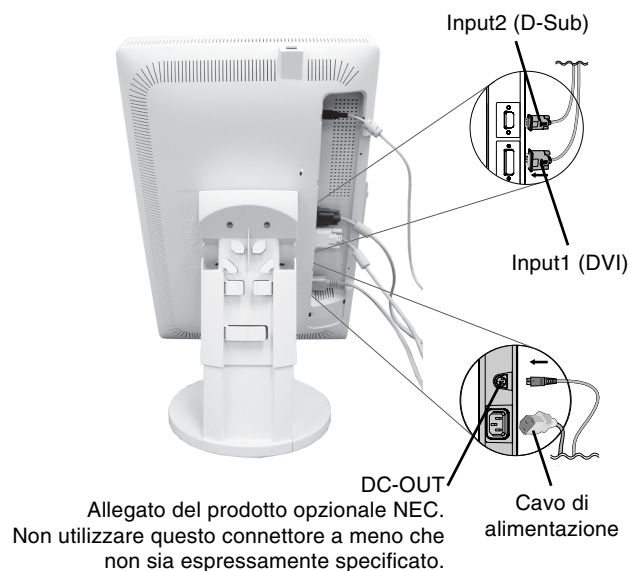
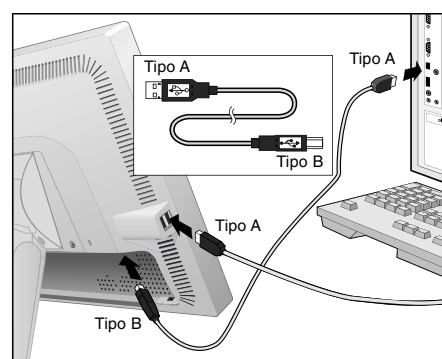

Figura C.4
Figura C.4a
6. Collegare tutti i cavi ai connettori appropriati (Figura C.4). Utilizzando il cavo USB, collegare il connettore tipo B alla porta upstream USB sul lato destro posteriore del monitor e il connettore tipo A alla porta downstream sul computer (Figura C.4a). Se può essere utilizzato il cavo dal dispositivo USB, utilizzare una delle porte downstream sul lato del monitor.